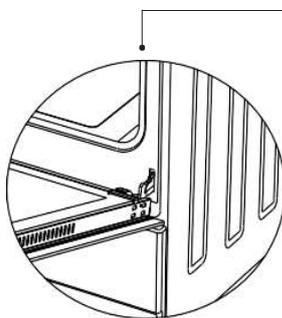

Figure 8.1
Ouvrez complètement la porte du four en la tirant vers vous et procédez au déverrouillage en tirant le verrou de charnière vers le haut à l'aide d'un tournevis (**Figure 8.1**)
2. Observez attentivement les charnières de la porte pour y repérer des sortes de petits crochets. Ces petits crochets sont les languettes de verrouillage des charnières de la porte (figure 8.1)